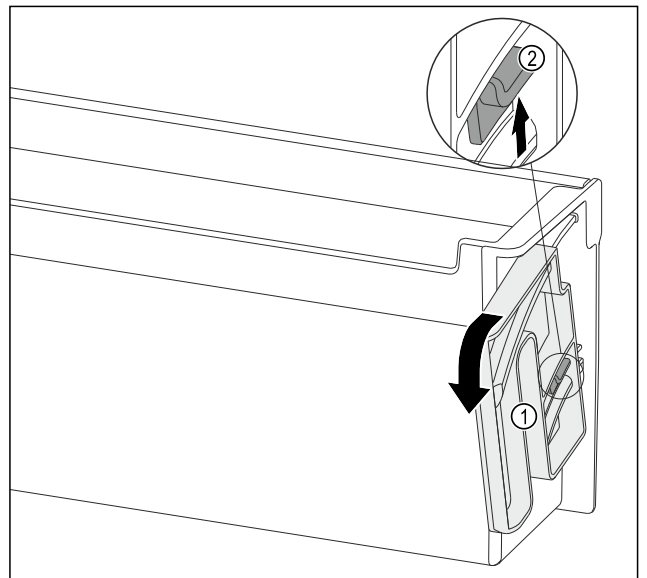

Fig. 134
- ▶ 沿指定方向将旋转单元 Fig. 134 (1)转动到底。
- ▶ 向上按压凸舌 Fig. 134 (2)并取出旋转单元 Fig. 134 (1)。